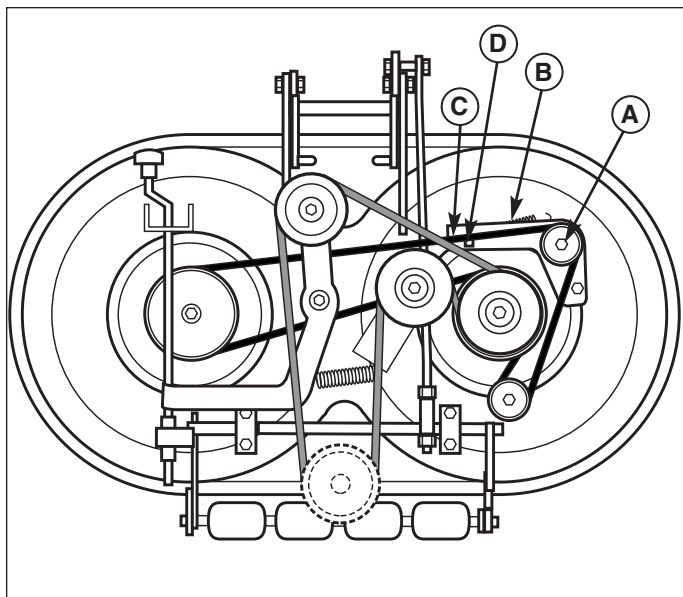
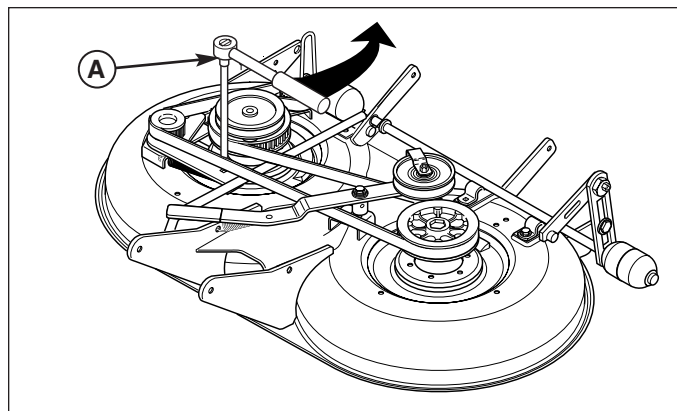
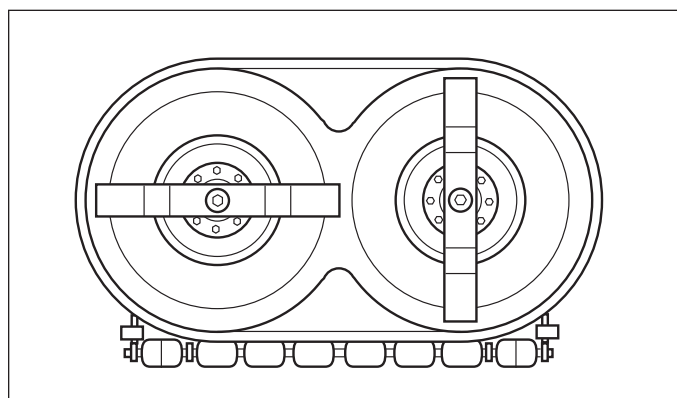

Figure 32. Tondeuse pour broyage (caches de courroie déposés)
Figure 33. Relâcher la tension de la courroie dentée
Figure 34. Synchronisation des lames de tondeuse
3. Desserrer la vis à tête du tendeur (A, figure 32).
4. A l'aide d'un clé à cliquet (A, figure 33), insérer l'extrémité de la rallonge dans le trou carré (D, figure 32) et déplacer le tendeur (B, figure 32) pour relâcher la tension de la courroie (C).
5. Retirer la courroie (C).
6. Installer une nouvelle courroie (C) sur les poulies comme l'indique le schéma. Relâcher le tendeur (A) pour permettre au ressort de tendre automatiquement la courroie dentée.
7. Serrer la vis à tête du tendeur (A). Remettre les caches de courroie en place.
8. Vérifier que les lames sont positionnées perpendiculaires l'une à l'autre (voir figure 34). Si ce n'est pas le cas, effectuer la procédure de synchronisation des lames de tondeuse figurant dans la section « Entretien périodique ».